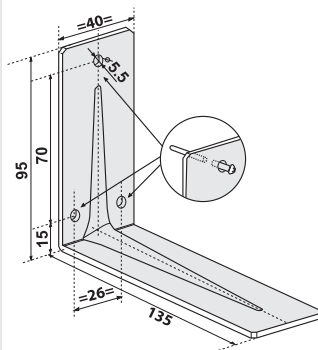

Abb. 3
- Markieren Sie durch die Öffnung am unteren Teil des Geräts die Mitten von drei Bohrungen mit einem Durchmesser von 5,5 mm, die sich auf dem kürzeren Teil des Winkelstücks befinden, der auf die Wand positioniert wird (Abb. 3).